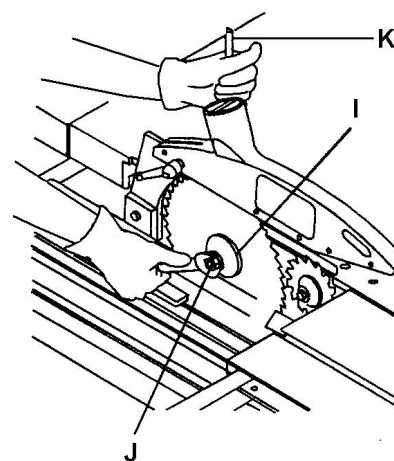

Fig 14
Lösen Sie mit dem gelieferten Ringschlüssel die Spannmutter (J, Fig 14). Sichern Sie dabei die Sägewelle mit dem Steckstift (K) gegen Verdrehen.